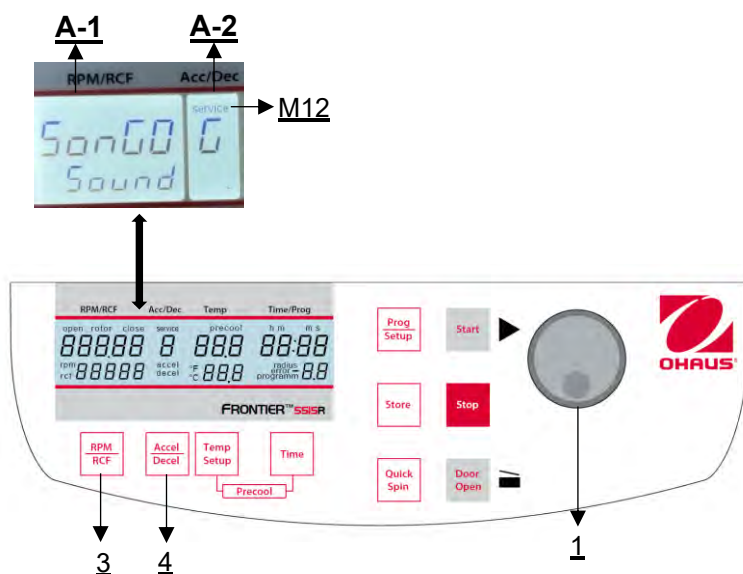

Figure 33
Procéder comme décrit au point 4.1.1 pour entrer dans ce mode de programmation et appuyer ensuite sur la touche **"Accel/Decel"** (4). Sur l'écran **"Acc/Dec"** (A-2), le mot **"Service"** (M12) clignote. Sélectionnez maintenant la lettre **"G"** à l'aide du bouton de réglage (1). Les mots "SonGo/Sound" apparaissent alors sur l'écran **"RPM | RCF"** (A-1). Après avoir appuyé sur la touche **"RPM | RCF"** (3), vous pouvez sélectionner un morceau à l'aide du bouton de réglage (1) (**voir figure 33**).